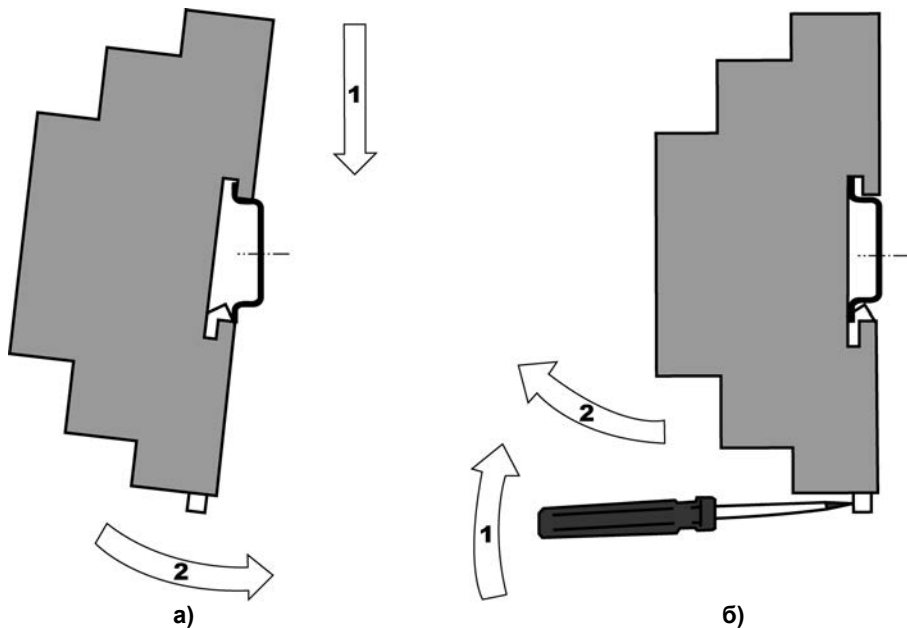

Рисунок 7.1 – Монтаж прибора с креплением на DIN-рейку
4. Для съема прибора с DIN-рейки в проушину защелки вставляется острое отвертки (см. рисунок 7.1 б), и защелка отжимается по стрелке 1, после чего прибор отводится от DIN-рейки в направлении стрелки 2.